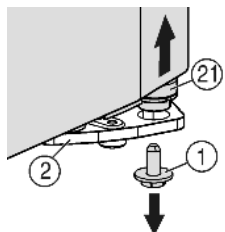
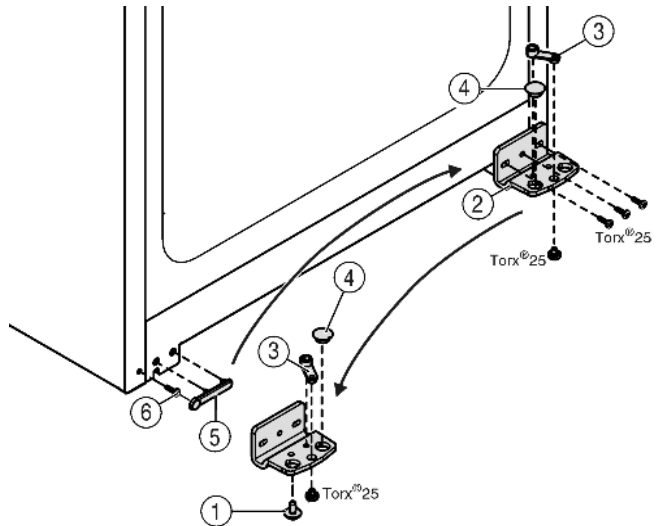

Fig. 5
Fig. 6
- ▶ Внизу справа на опорном кронштейне выкрутите фиксирующий винт Fig. 5 (1).
- ▷ Опорный палец Fig. 5 (21) можно извлечь из опорного кронштейна Fig. 6 (2).
- ▶ Если установочный винт Fig. 5 (21) не откручивается, его можно вынуть, нажав на него снизу.
- ▶ Открутите опорный кронштейн Fig. 6 (2).
- ▶ Открутите опорную деталь Fig. 6 (3) и, переставив в отверстие на противоположной стороне опорного кронштейна, снова прикрутите.
- ▶ Извлеките заглушку Fig. 6 (4) из опорного кронштейна и переставьте ее в отверстие на противоположной стороне опорного кронштейна.
- ▶ Осторожно снимите крышку со стороны ручки Fig. 6 (5).
- ▶ Выкрутите болт Fig. 6 (6) и вкрутите на противоположной стороне.
- ▶ Снова установите крышку Fig. 6 (5).
- ▶ Снова прикрутите опорный кронштейн Fig. 6 (2) на новой стороне шарнира (с моментом 4 Нм). При необходимости используйте аккумуляторный шурупверт.
- ▶ Вкрутите фиксирующий винт Fig. 5 (1) внизу в опорный палец и затяните (с моментом 4 Нм).